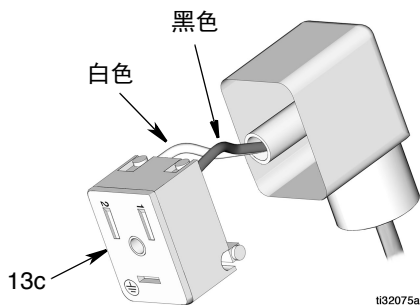

图 7
- 从 DIN 接头 (图 7) 取下固定板 (13c)。
在 DIN 接头内, 断开黑线与标为 1 的端子的连接, 以及白线与标为 2 的端子 (图 7) 的连接。如果接头未损坏, 则可在第 8 页的第 12 步重用于电线更长的组件。